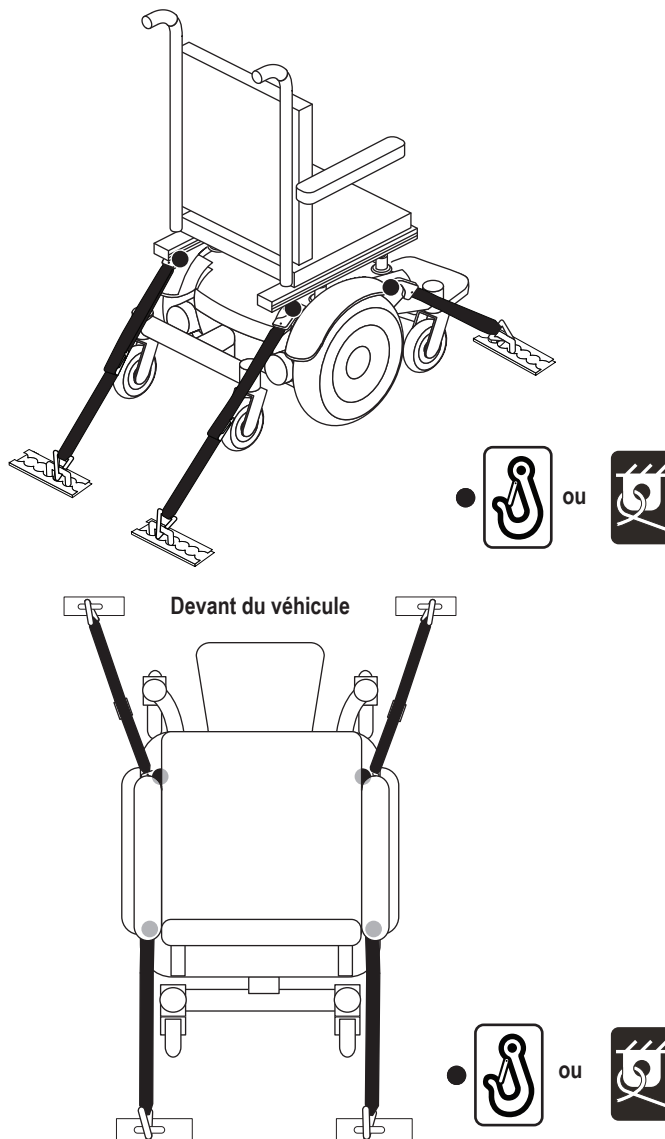

Figure 7. Accroches-taxi pour fauteuil motorisé non occupé
- Positionnez les points d'ancrage arrière des courroies directement derrière le fauteuil motorisé. Les points d'ancrage avant sont disposés plus loin de chaque côté du fauteuil motorisé afin d'augmenter la stabilité latérale. **Voir la figure 7.**